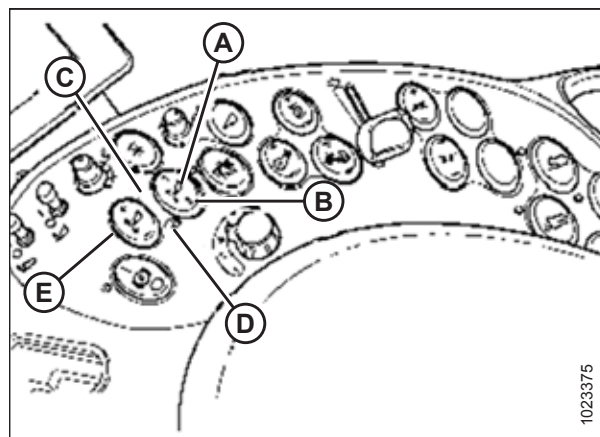

Figure 4.86: Commandes de la moissonneuse-batteuse Case
Vous pouvez régler avec précision ces points de consigne à l'aide du bouton RÉGLAGE AVEC PRÉCISION (E) sur la figure 4.86, page 153.